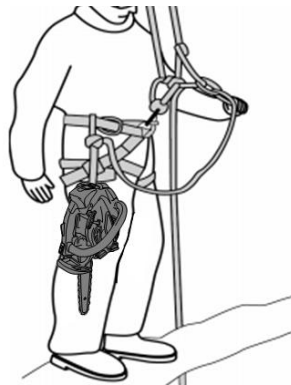

Abb. 22
- 2) Die Kettensäge muss mithilfe eines Seils mit einem Karabiner am Gurtzeug des Bedieners befestigt werden (Abb. 22).
In Abb. 22 ist dargestellt, wie die Kettensäge mit dem Gurtzeug des Bedieners verbunden wird.